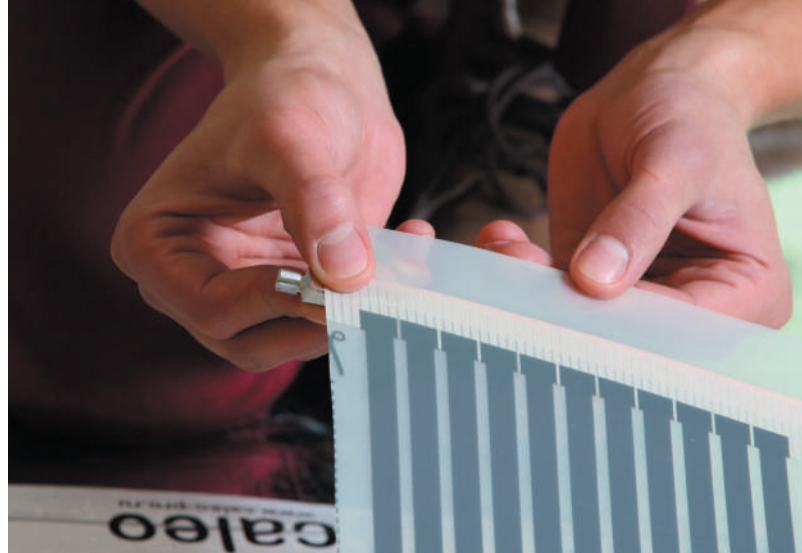

Рис. 8. Установленный на термопленку контактный зажим
- 9.1 При этом одна сторона зажима должна находиться внутри термопленки, вторая сторона — снаружи поверх медной полосы (рис. 8–9).